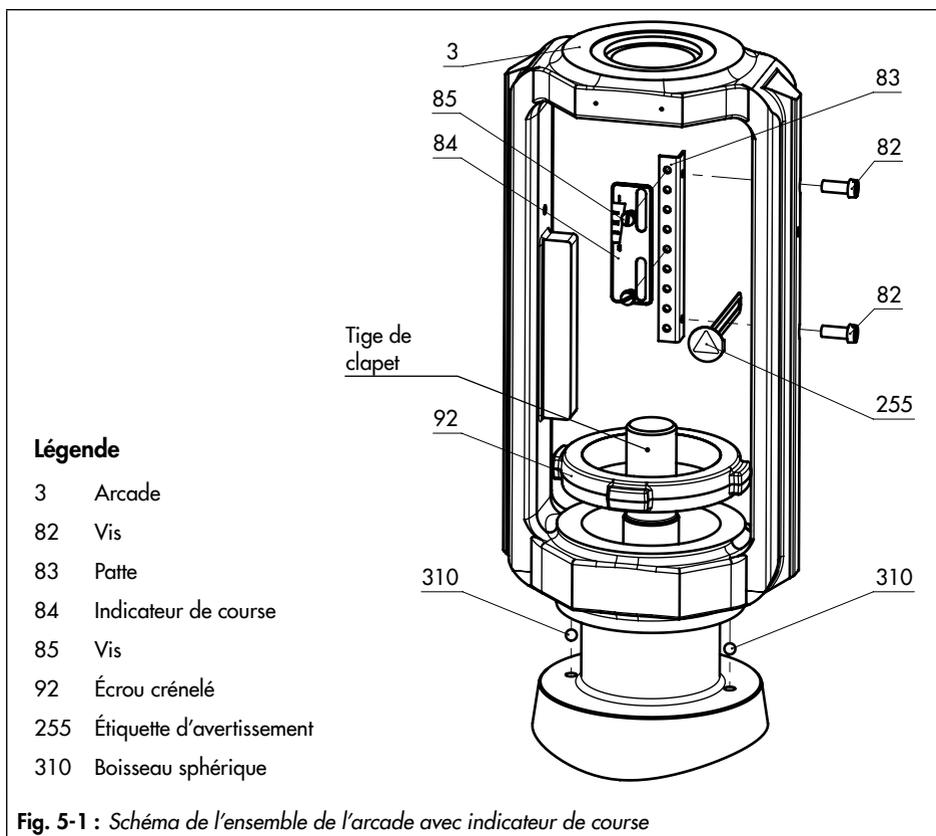
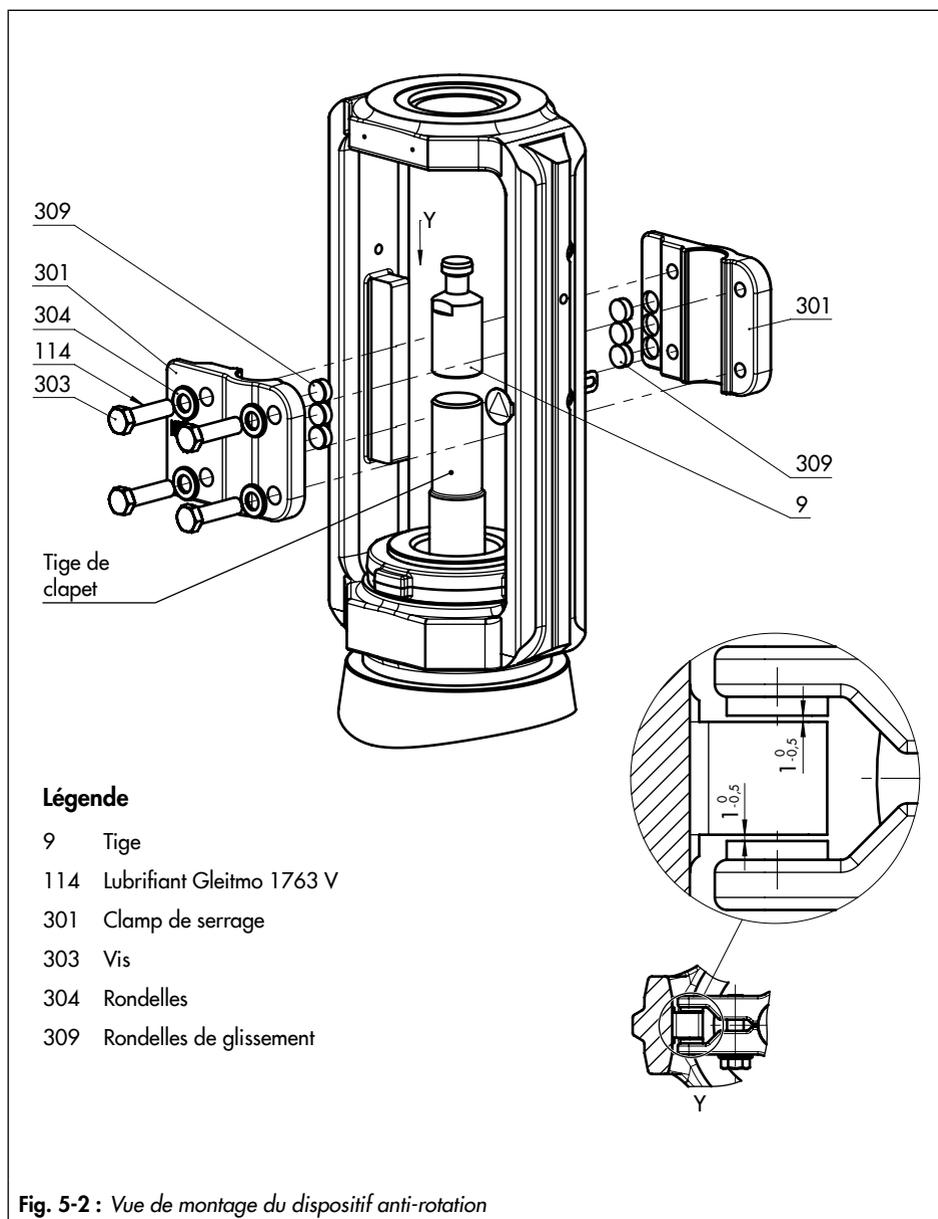

Fig. 5-1 : Schéma de l'ensemble de l'arcade avec indicateur de course
Fig. 5-2 : Vue de montage du dispositif anti-rotation
Voir Fig. 5-1 et Fig. 5-2
- Il existe un interstice nominal de 0,5 à 1 mm de chaque côté entre les rondelles de glissement et leur support sur l'arcade (cf. détail Y dans la Fig. 5-2).